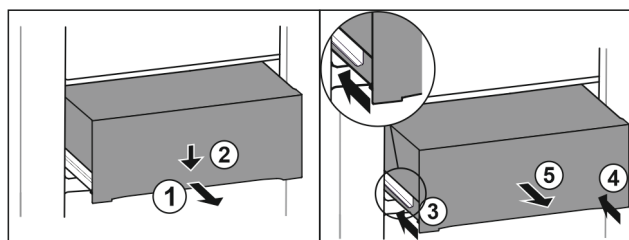

Fig. 133
- Tõmmake sahtel pooleldi välja. Fig. 133 (1)
- Vajutage sahtlit esiküljelt allapoole. Fig. 133 (2)
- Lükake vasakut siini 2 cm sisse. Fig. 133 (3)
- Lükake paremat siini 2 cm sisse. Fig. 133 (4)
- Võtke sahtel ettepoole välja. Fig. 133 (5)